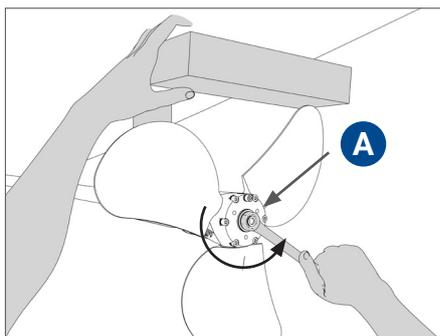
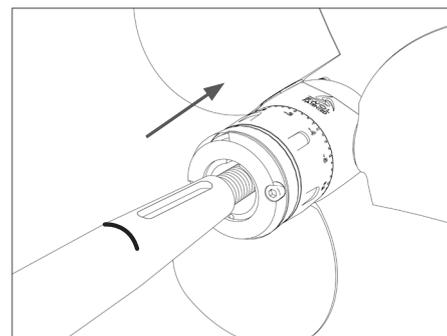

FIG. 10 | Svitare dado di serraggio
FIG. 11 | Estrarre l'elica dall'asse
- Svitare il dado di serraggio **A** (Fig. 10) ed estrarre l'elica (Fig. 11).